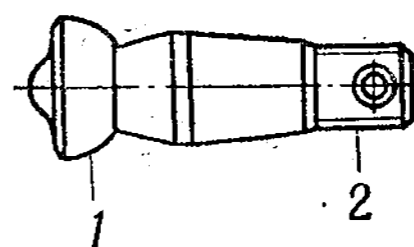

Рис. 154. Шаровой палец тяг и наконечников рулевой трапеции
3. Шаровой палец тяг и наконечников рулевой трапеции (рис. 154)